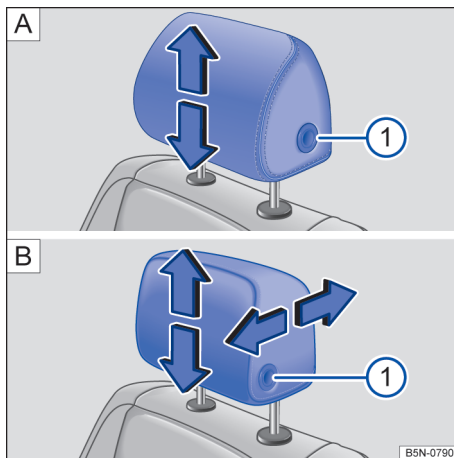
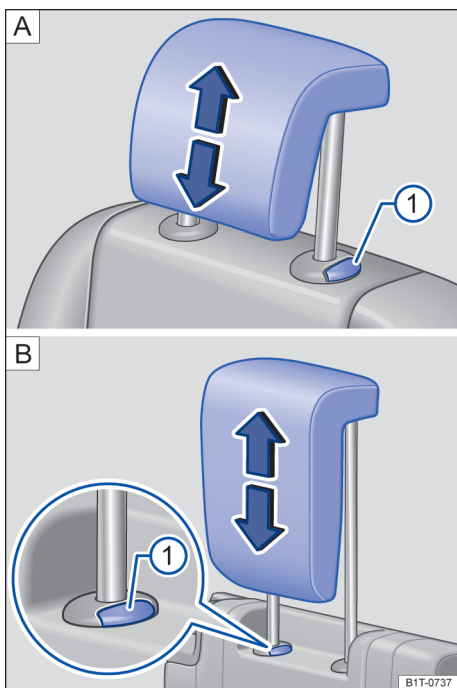

Fig. 90 Ajustar o apoio para cabeça dianteiro: **A** sem possibilidade de ajuste na direção longitudinal, **B** com possibilidade de ajuste na direção longitudinal.
Fig. 91 Ajustar o apoio para cabeça atrás: **A** segunda fileira de assentos, **B** terceira fileira de assentos.
- Deslocar o apoio para cabeça no sentido da seta, para cima ou para baixo e, se for o caso, com o botão → Fig. 90 ① ou → Fig. 91 ① pressionado → ▲ em *Introdução ao tema* na página 111.
- Empurrar o apoio para cabeça para frente na direção da seta ou para trás com o botão → Fig. 90 ② ① pressionado.